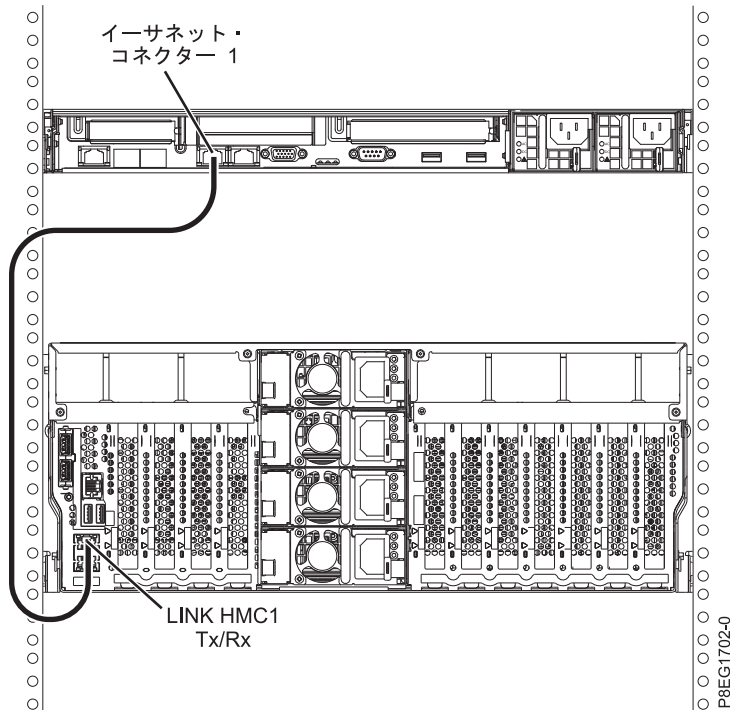

図 20. 管理対象システムへの HMC の取り付け
1. HMC を管理対象システムに直接接続する場合は、HMC の イーサネット・コネクタ 1 を管理対象システムの HMC1 ポートに接続します。 30 ページの図 20 を参照してください。